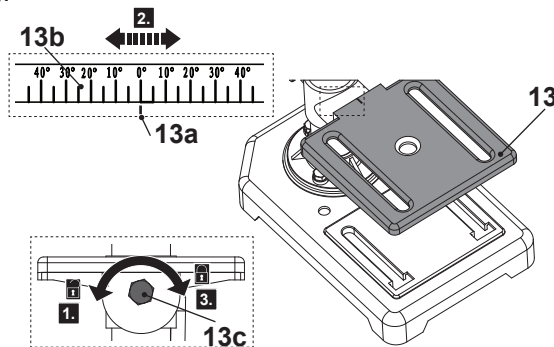

Fig. 12
1. Solte ligeiramente o parafuso hexagonal (13c) no sentido anti horário por debaixo da mesa de perfuração (13) com uma chave de porcas adequada (tamanho 18 mm) (Fig.12, passo 1).
2. Incline a mesa de perfuração (13) até que a linha do apontador (13a) fique alinhada com o ângulo pretendido na escala angular (13b) (Fig. 12, passo 2).
3. Posteriormente, aperte o parafuso hexagonal (13c) no sentido horário (Fig. 12, passo 3).